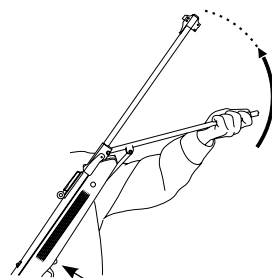

Рис.8
- Нажмите контрольный палец рычага взвода и приведите рычаг взвода в изначальное положение и убедитесь что услышали щелчок. (Рис.8)